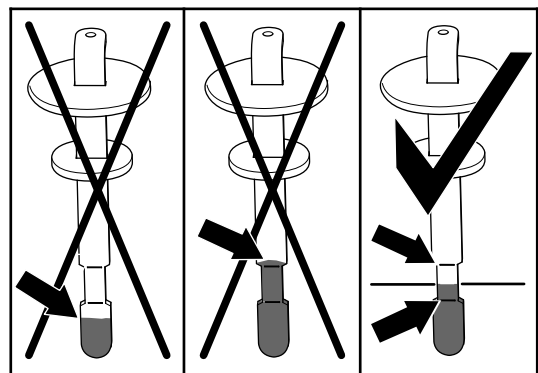

Figura 122
6. Retire la varilla y compruebe el nivel de fluido (Figura 122).